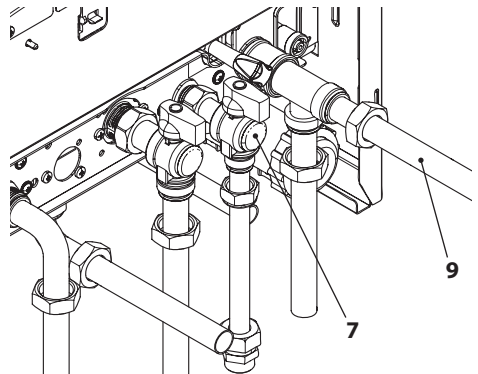

Figura 5.7
Collegare il ritorno del serpentino bollitore (RR) al tubo ritorno riscaldamento (9 in Figura 5.7).
Collegare l'entrata sanitaria del bollitore (ES) al rubinetto entrata acqua sanitaria in caldaia (7 in Figura 5.7).